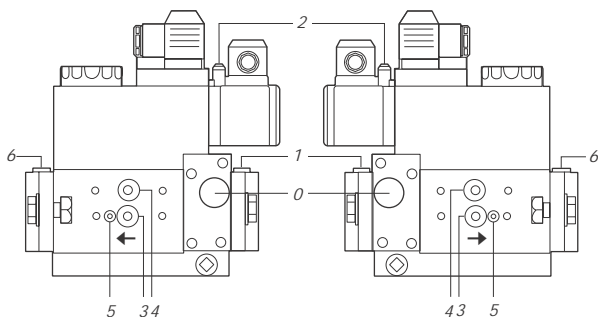

Рис. 49
- Почистить и проверить фильтры газового клапана (см. Рис. 49 и последующие рисунки)